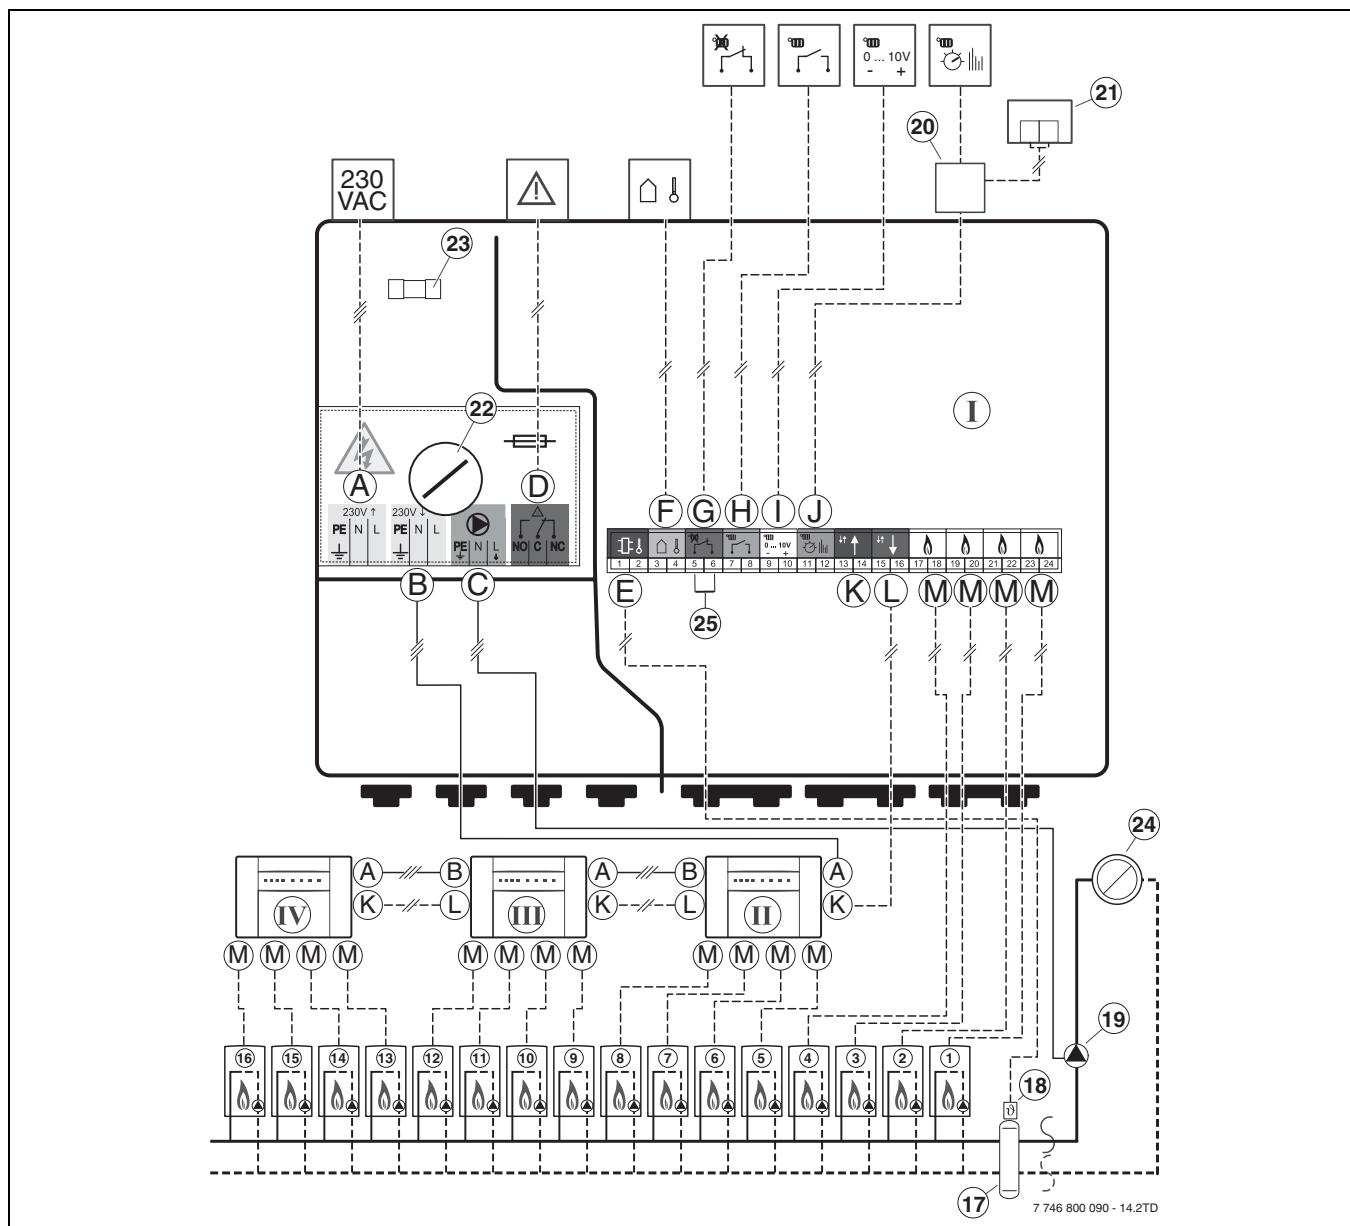

Рис. 5
1) в рис. 5, стор. 29
Модулі ICM регулюють опалювальні прилади відповідно до потреби у теплі, що обчислюється регулятором опалення. Для регулювання відповідно до потреби у теплі модулі ICM повинні завжди мати зв'язок з опалювальним приладом (→ рис. 5, клеми H, I або J). В залежності від того, який використовується регулятор опалення, існують чотири можливі варіанти системи (→ Табл. 5).
Один модуль ICM може керувати максимум чотирма опалювальними приладами. Через об'єднання від одного до чотирьох модулів ICM можливо керувати максимум 16 опалювальними приладами в каскаді (→ рис. 5). При цьому модуль ICM переймає регулювання каскадом (ICM - головний).
Інша перевага цього варіанта системи - це можливості комунікації модуля для керування контуром опалення (IPM) з модулем ICM через загальну шину паралельно до підключення J на модулі ICM (→ рис. 5 на стор. 29). Таким чином забезпечується оптимальне узгодження продукованої кількості тепла з фактичним запитом
Якщо наявний наступний модуль, наприклад, модуль ICM (\rightarrow поз. 21 на рис. 5 на стор. 29), необхідно підключити до шини регулятора опалення (паралельно до підключення J на модулі ICM).
Щоб уникнути проблем з контактом на клемі в головному ICM, рекомендується користуватися коробкою розгалуження (\rightarrow поз. 20, рис. 5 на стор. 29).
- Прокладання дроту виконати обов'язково згідно схеми підключення (→ рис. 5 на стор. 29).
(Схема підключення → рис. 5 на стор. 29):
В сполученні з регулятором опалення з 2-дротовим шинним керуванням зовнішньою температурою AF 2 обов'язково необхідно підключити до модуля ICM (головний ICM) (→ рис. 5 на стор. 29), не до опалювального пристроя.